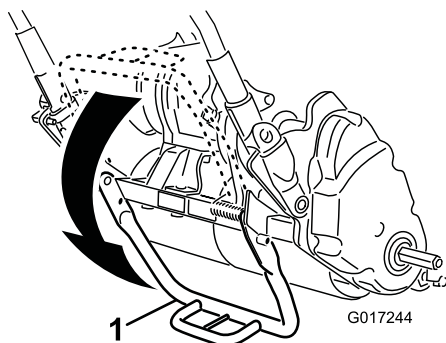

Figura 17
1. Empurre o apoio para baixo com o pé e puxe o manípulo para cima até que o apoio tenha rodado para a frente, em direção ao centro (Figura 17).